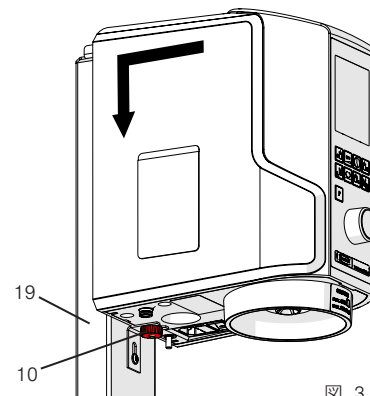

図. 3
8. 本装置をルレットナットで確実に支えて下さい (10, 図. 3)。